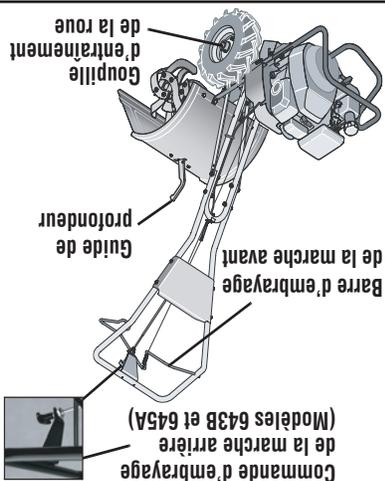

Figure 4-1: Caractéristiques et commandes de le motoculteur. Référez-vous au notice d'utilisation de moteur pour identifier les commandes de moteur.
- a. Relevez la barre d'embrayage de la marche avant (Fig. 4-1) contre le guidon, relâchez la barre pour arrêter le mouvement des roues et des dents.